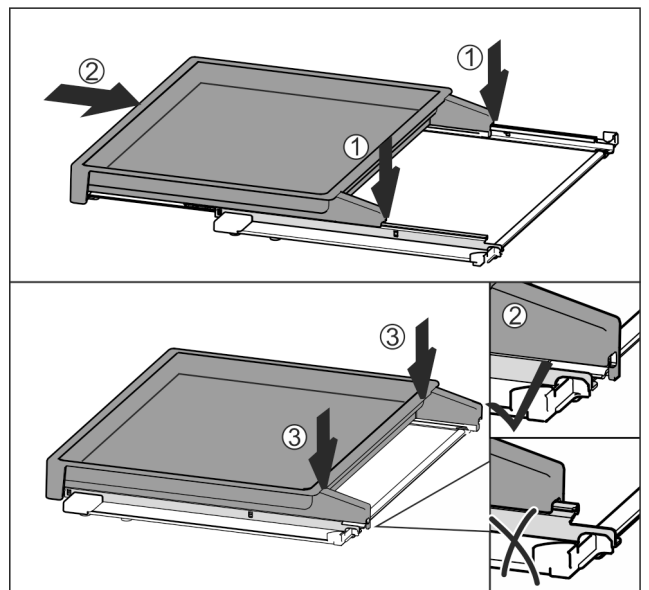

Fig. 75
- ▶ Mittig auf Schienen aufsetzen Fig. 75 (1).
- ▶ Auszugsbord vollständig einschieben Fig. 75 (2).
- ▶ An hinterer Seite drücken bis es hörbar einrastet Fig. 75 (3).